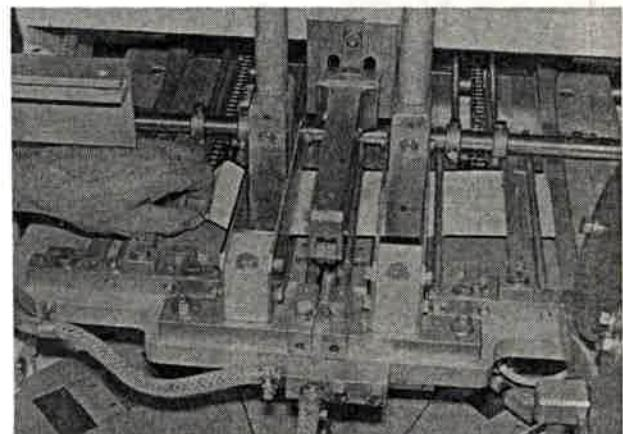

Bild 170
19. Abgeschnittenen Einwicklerstreifen (Bild 170) herausnehmen.